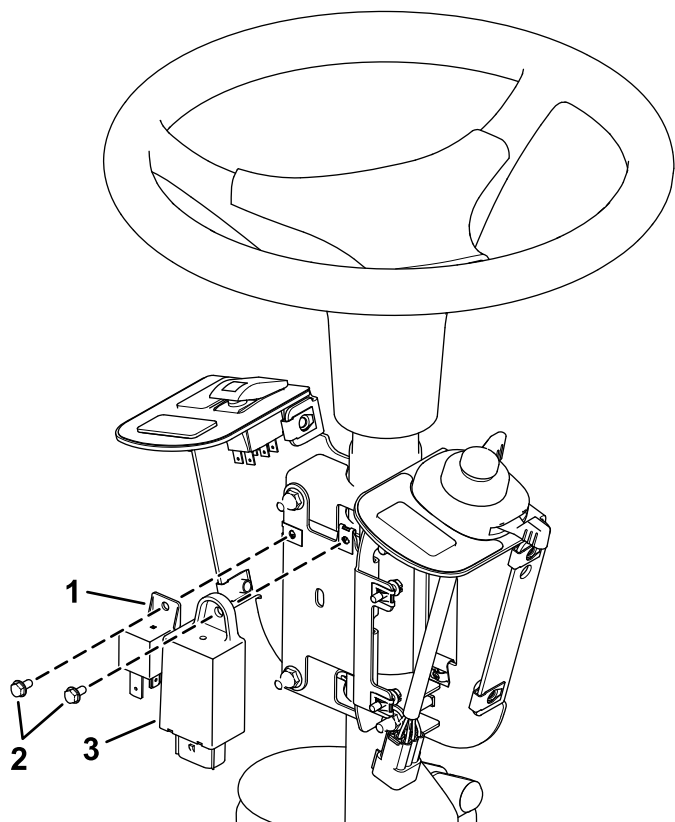

Figure 7
4. Fixez la centrale clignotante et le relais sur la plaque de montage du porte-fusibles à l'aide de 2 vis (n° 10 x $\frac{3}{8}$ "), comme montré à la Figure 7.